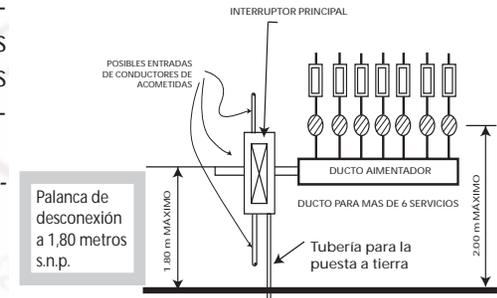

Figura No. 4. Ducto o panel de medidores con interruptor principal.
• Cuando se instalen más de seis medidores en el inmueble, debe instalarse en la acometida un interruptor principal que sirva como medio de desconexión bajo carga, de los servicios alimentados (Ver Figura No. 4)